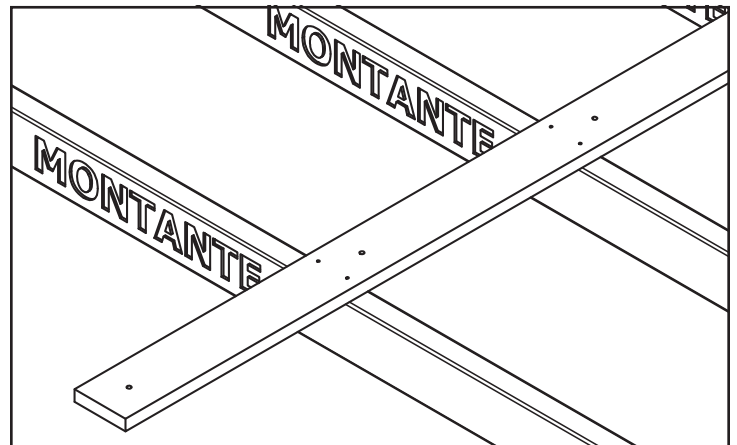

Figura 11. Alineación de montantes en el panel de respaldo
1. Usando una broca de 1/8", taladre previamente para los montantes, haciendo dos agujeros separados verticalmente a lo largo del área que hará contacto con el montante según se puede ver en la figura 11
3. Con el panel de respaldo aguantado en posición y nivel, asegúrelo con al menos 5 montantes con los (10) tornillos para madera #9 2-1/2" incluidos